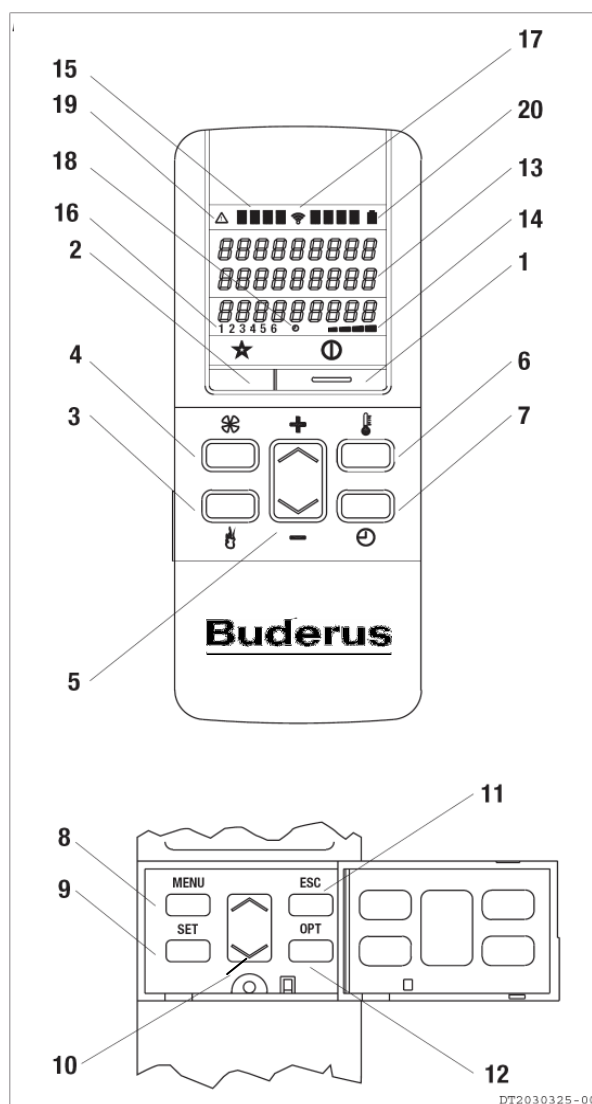

**Abb. 10 Fernbedienung**
## 4.2 Fernbedienung (Abb. 10)
- Die Funktionstasten und Anzeigeelemente werden gemäß Nummerierung in **Abb. 10** in der Tabelle auf der folgenden Seite erläutert.
## Elemente der Fernbedienung (gemäß Nummern in Abb. 10):